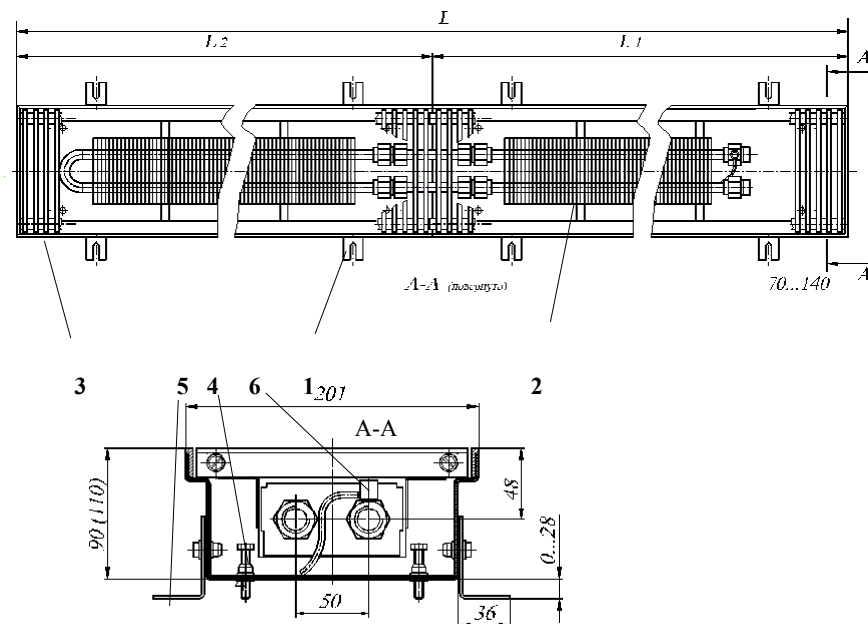

Рис. 1 Конвектор КРК 20.09(11).310...600 концевой
Конвекторы имеют (см. рис.1,2):
4.2 Размеры и технические характеристики изделий представлены на Рис.1, 2 и в таблице 1,2 .
- 5.5 После соединения теплового пакета с трубопроводами и запуске системы отопления, при необходимости, выполнить удаление воздуха. Для этого свободный конец пластиковой трубки воздухопускного клапана 6 (см. рис.1) опустить в заранее подготовленную емкость для слива воды. Ключом отвернуть клапан на 0,5-1,5 оборота. После Установить воздуховыпускную решётку.